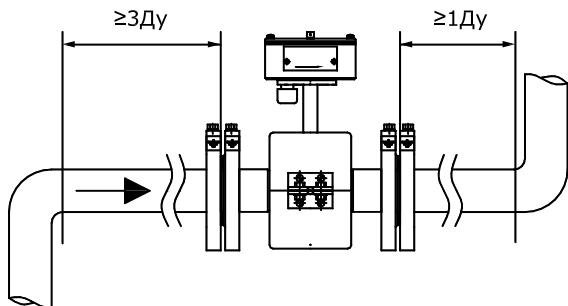

Рисунок 8.4
8.2.6 Расходомер необходимо располагать в той части трубопровода, где пульсации и завихрения минимальные. При установке расходомера необходимо обеспечить прямолинейные участки трубопровода длиной не менее 3·ДУ до и 1·ДУ после ППР (см. рисунок 8.4).